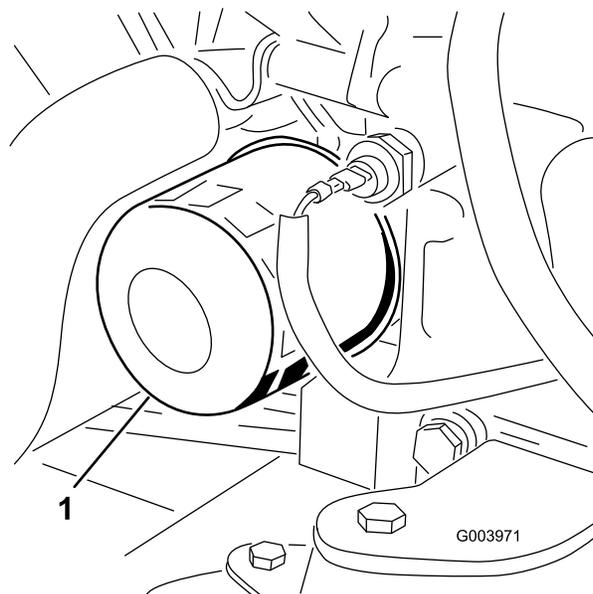

Рисунок 57
3. Снимите масляный фильтр (Рисунок 57).